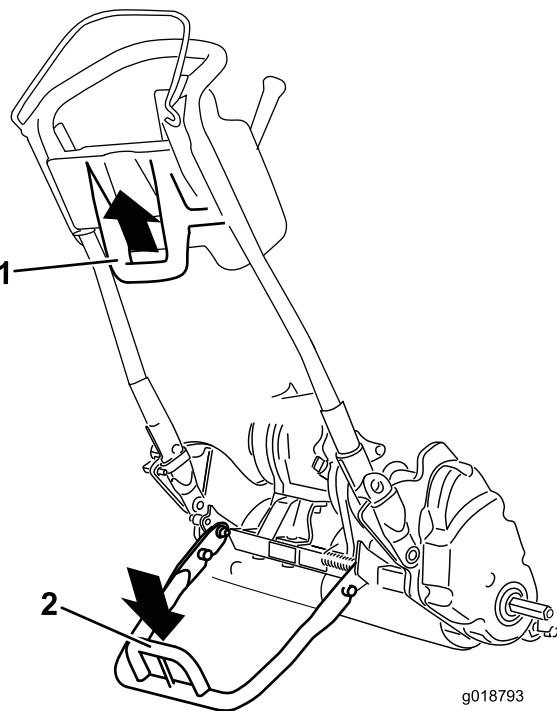

Figura 19
- Para utilizar el caballlete para instalar las ruedas de transporte, bájelo al suelo y pise la barra del caballlete, tirando del manillar inferior central de la máquina hacia arriba y hacia atrás (Figura 19).